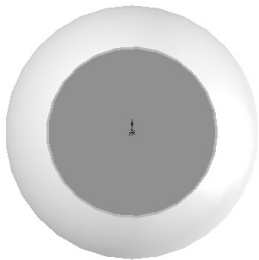

图 5-47 设置的基准面 2
9) 设置基准面。单击右键在弹出的快捷菜单中选择“旋转视图”命令或按住鼠标中键，在图形区出现图标，改变视图的方向，然后用鼠标选择图 5-46 中所示下面的平面作为基准面，单击“标准视图”工具栏中的（正视图）按钮，结果如图 5-47 所示。